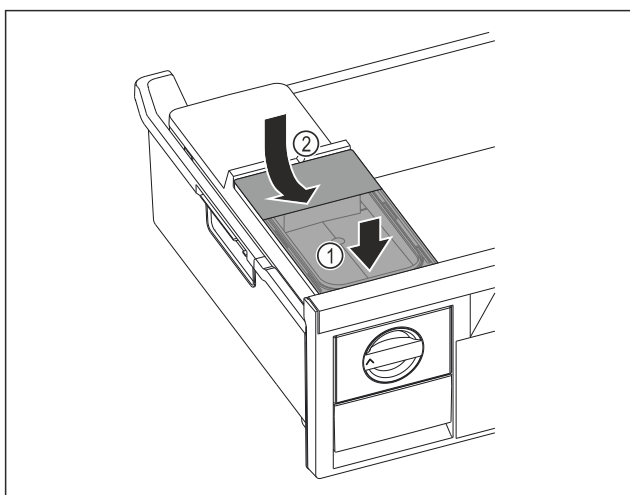

Fig. 82
- ▶ Nádržku na vodu nasadíte vpredu. Fig. 82 (1)
- ▶ Nádržka na vodu spustíte vzadu. Fig. 82 (2)